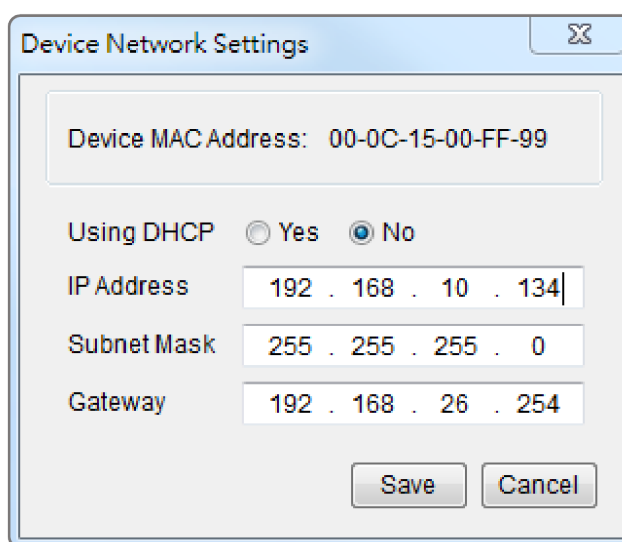

Figure 2. Fenêtre Paramètres réseau d'équipement.
5. Vous pouvez modifier l'adresse IP, le masque de sous-réseau et l'adresse de passerelle pour l'adresse MAC d'équipement indiquée dans la fenêtre Paramètres réseau d'équipement, comme illustré dans la figure 2. L'adresse IP par défaut est 192.168.20.177 et le masque de sous-réseau par défaut est 255.255.255.0.